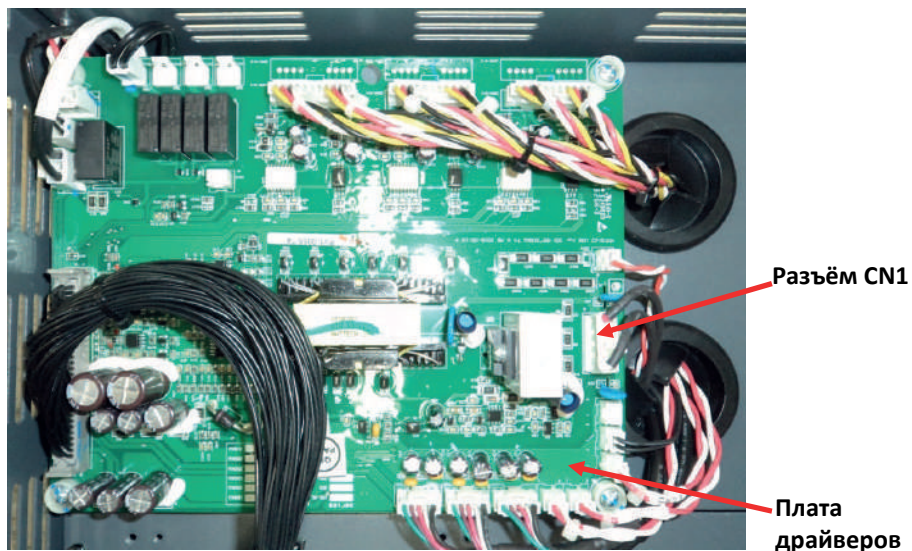

Рис.4.19
4.11.2. Отсоединить от разъёма CN платы драйверов кабель питания (4.4.33) (рисунок 4.19).